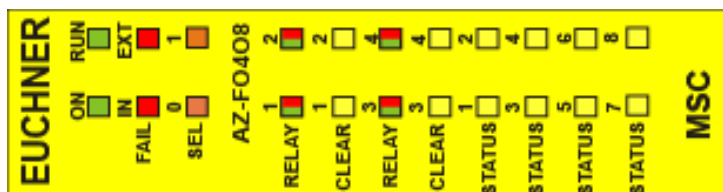

Figura 23:
8.3.11. Módulo AZ-F04F08 (Figura 23)